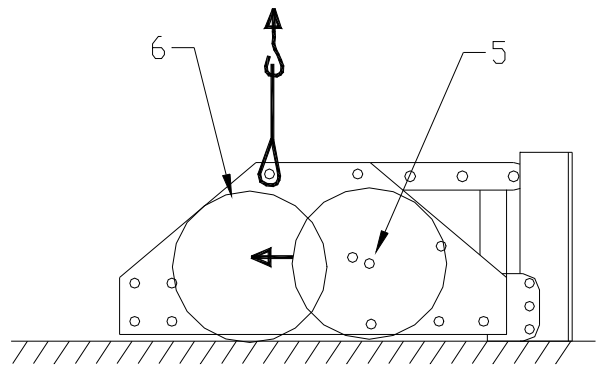

Fig. 2.
4. Legen Sie die Maschine in horizontaler Position auf dem ebenen Untergrund auf, wie in Abb. 2 veranschaulicht.
In Abb. 2 sind einige wichtige Elemente der Maschine gezeigt, wie folgendes: